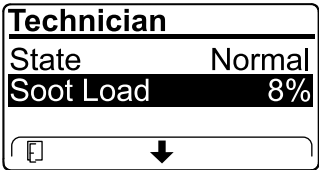

Figura 32
- Verificate il carico di fuliggine misurato come percentuale di fuliggine nel FAP (Figura 32); fate riferimento alla tabella del carico di fuliggine.